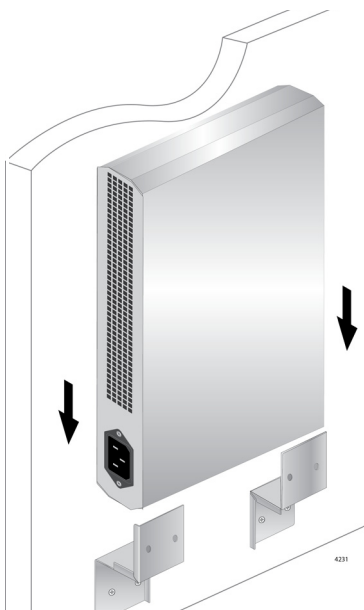

Рисунок 49. Размещение коммутатора в кронштейнах
- Задвиньте коммутатор в кронштейны на стене, как это показано на рис. 49.